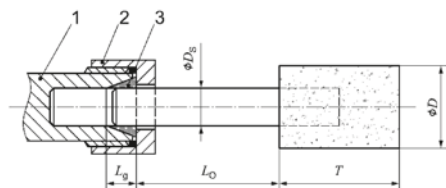

Figura 1: lungimea de încăstrare a mandrinei și clemei de strângere
- Aveți în vedere că turația permisă la corpurile abrazive mici trebuie redusă ca urmare a creșterii lungimii tijeii între capătul clemei de strângere și corpul abraziv mic (surplus). Respectați lungimea minimă de încăstrare de 10 mm. (Consultați figura 1 și recomandările producătorului de corpuri abrazive mici).